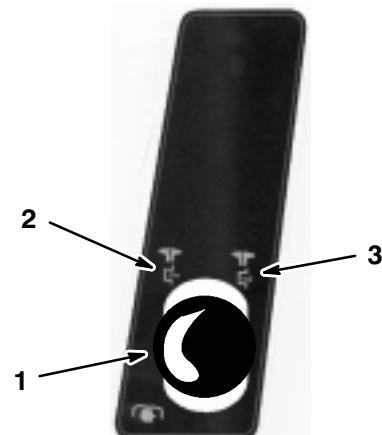

Abbildung 9
4. Darauf achten, dass das Mähwerk ausgekuppelt ist (Abb. 9).